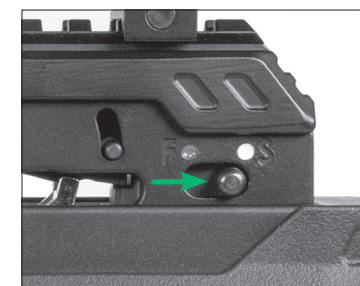

FIGURA 19
Para activar manualmente el seguro, deslice el interruptor del seguro (Parte 20) hacia atrás hasta que oiga y sienta que encaja en su lugar. Confirme que el interruptor del seguro se ha movido desde debajo de la posición (F)IRE (Fuego) y el punto rojo a debajo de la posición (S)AFE (Seguro activado) y el punto blanco, como se ilustra en la Figura 19.